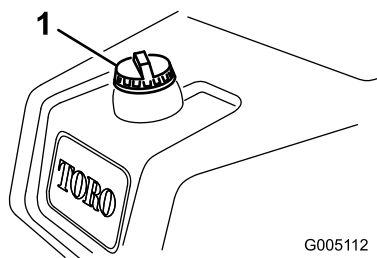

Bild 24
1. Reinigen Sie den Bereich um den Tankdeckel und nehmen Sie den Deckel ab (Bild 24).